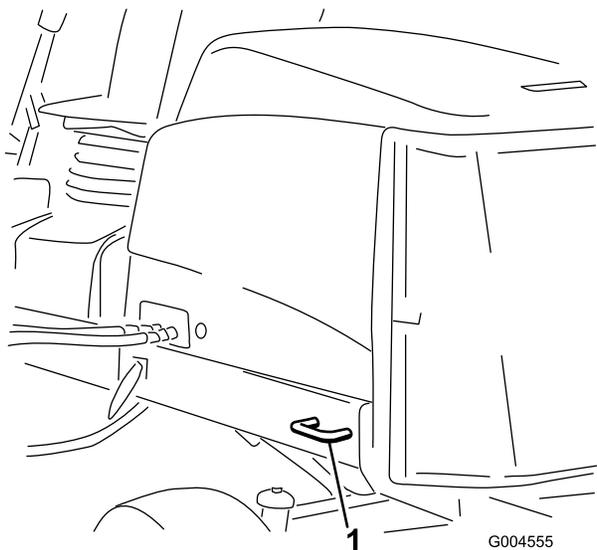

Figura 48
- Traseira – cada lado da máquina na estrutura traseira (Figura 48).